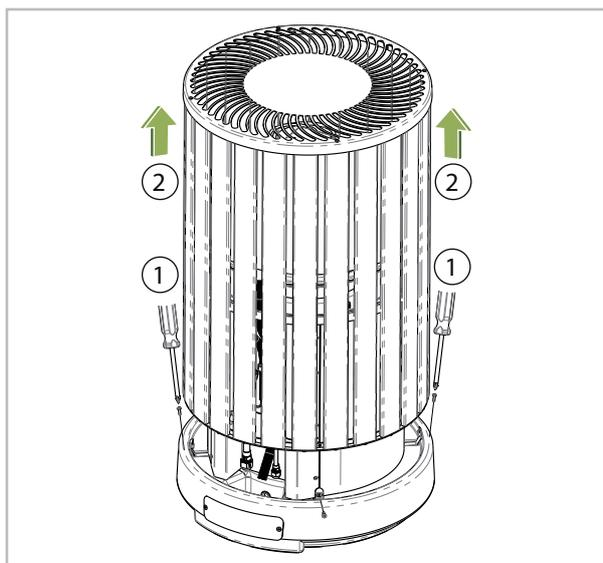

Abb. 39: Demontage der Aluminiumverkleidung
- Um die Kältemittelleitungen zu installieren müssen Sie zunächst die Aluminiumverkleidung des Außenmoduls abmontieren (siehe Abb. 39). Lösen Sie dazu im unteren Bereich der Verkleidung die vier M6 Schrauben (1) und ziehen Sie die Verkleidung vorsichtig nach oben ab (2). Achten Sie drauf, dass Sie dabei nicht den Wärmetauscher und den Ventilator beschädigen.